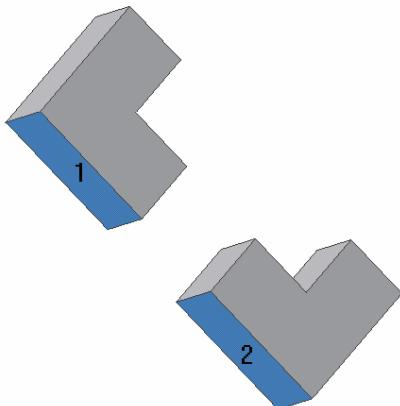

Figura 3.9.8.
- aliniere **Type - Mate, Solution – Flush, Offset = 0** față 4 **Podium 1** față 4 **Podium 2** – lansare comandă **Constraint**, click punctul 1, click punctul 2, butonul **Apply**, figura 3.9.8. În urma operației, panelul **Browser Bar**, este completat cu intrarea **Flush**, redenumită **Flush 4-4**.